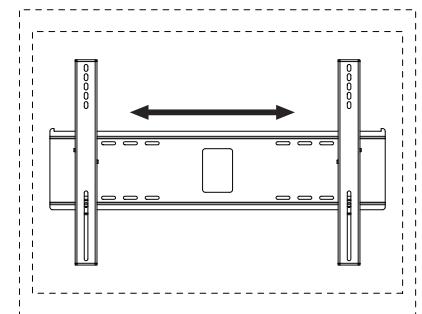

Abbildung 3.2
Bildschirmeinstellung: Der Bildschirm kann horizontal verstellt werden, indem die Sicherheitsschraube mit einem Inbusschlüssel (L) um drei volle Umdrehungen gelöst wird. Stellen Sie den Bildschirm wie in Abbildung 3.2 dargestellt ein. Ziehen Sie die Sicherheitsschraube an.